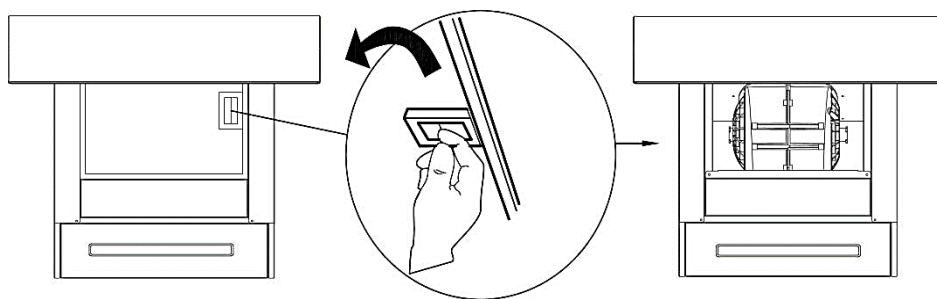

Рисунок 19
1. Угольный фильтр используется для устранения запахов. (см. рисунок 19)